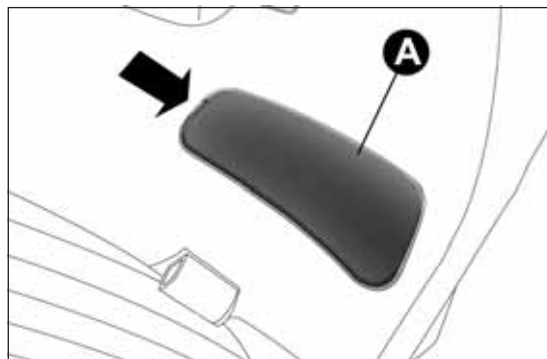

fig. 146
- ❑ apri il bagagliaio e rimuovi il coperchio A fig. 146 agendo con un cacciavite nel punto indicato dalla freccia;
- ❑ rimonta il gruppo portalampeade posizionandolo correttamente, avvitando prima la vite C e successivamente fissandolo mediante la linguetta di ritegno B. Ricollega il connettore A ed infine rimonta poi il coperchio A fig. 146.